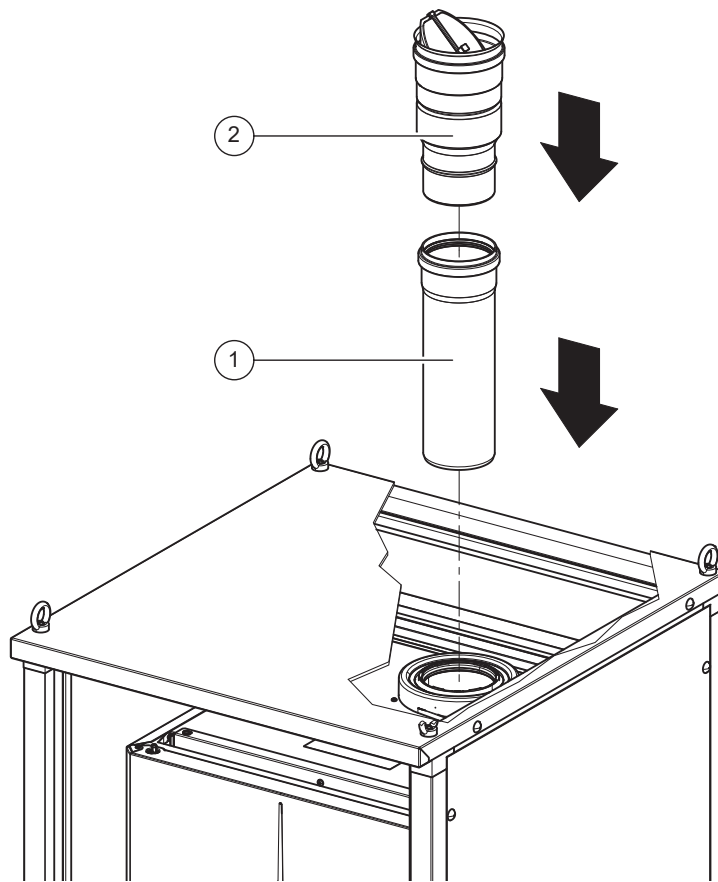

Fig. 3
Inserire il tronchetto (1) e la valvola clapet (2) sulla caldaia come indicato in Fig. 3.
Insert the stub pipe (1) and the clapet valve (2) on the boiler as shown in Fig. 3.